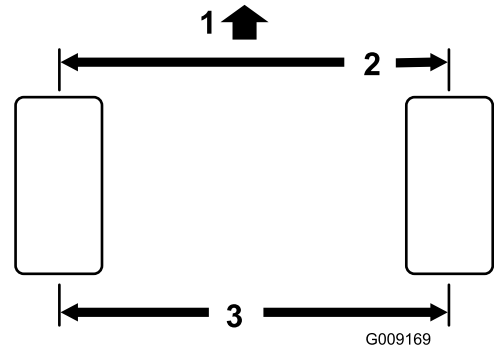

Figura 87
- Misurate l'interasse (all'altezza dell'assale) sulla parte anteriore e posteriore dei pneumatici di sterzo (Figura 87).